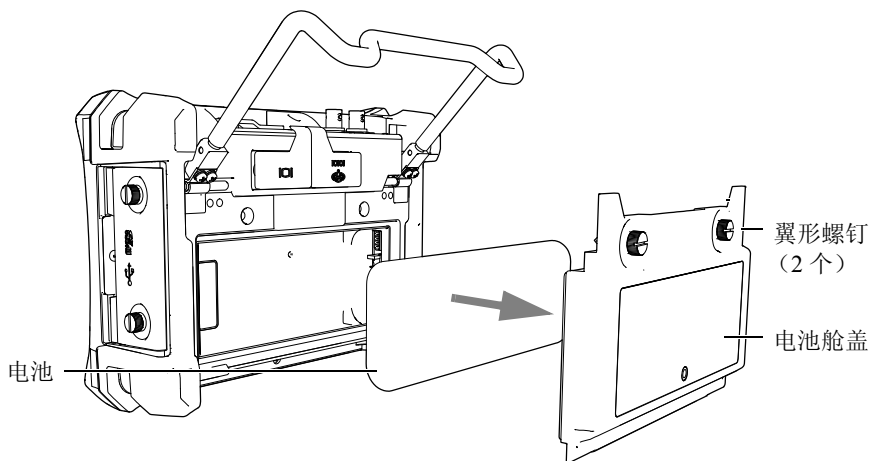

图 4-4 打开电池舱
电池被放置于电池舱内，可以从 EPOCH 600 仪器后面打开电池舱（参见第 79 页的图 4-4）。
2. 拧下仪器背面上固定电池舱盖的两个翼形螺钉（参见第 79 页的图 4-4）。